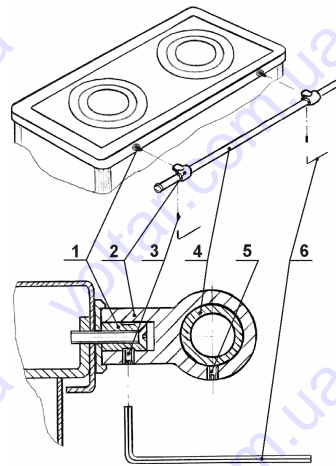

рис.4
5.4. Крепление поручня (см. рис.4)
Чтобы избежать поломки поручня при перевозке и монтаже котла, рекомендуется его крепить только после того, когда окончательно будут закончены все монтажные работы. Сборка поручня показана на рис.4: